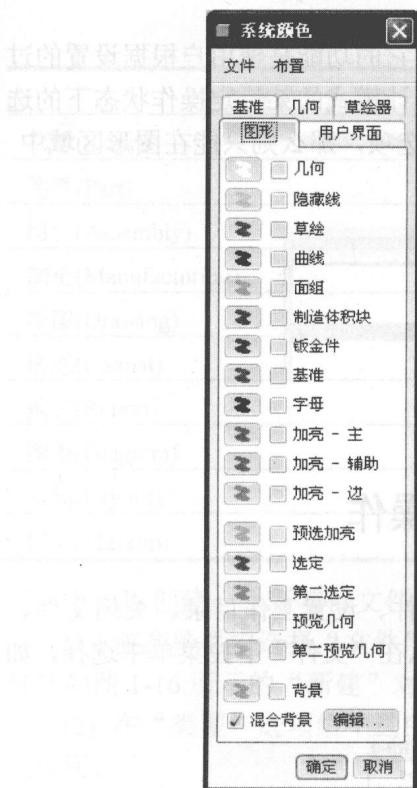
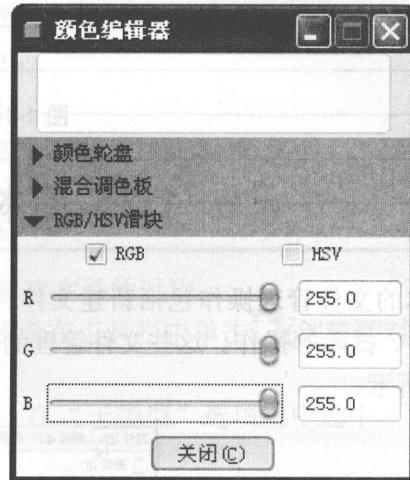

图 1-11 “系统颜色”对话框
图 1-12 “颜色编辑器”对话框
- (1) 选择“视图”→“显示设置”→“系统颜色”菜单命令, 打开如图 1-11 所示的“系统颜色”对话框。
- (2) 在“图形”选项卡中, 取消选中“混合背景”复选框。
- (3) 单击“背景”复选框左侧的颜色按钮, 打开如图 1-12 所示的“颜色编辑器”对话框。在该对话框中, 将颜色设置为白色, 然后单击“关闭”按钮。